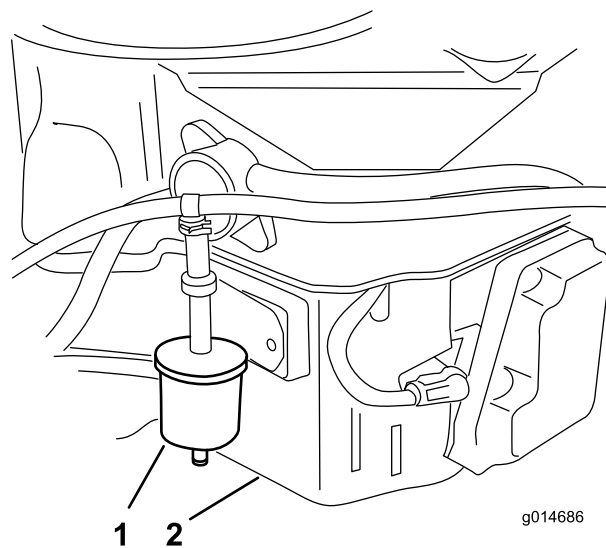

Figura 32
3. Retire el filtro del respiradero del combustible (Figura 32).